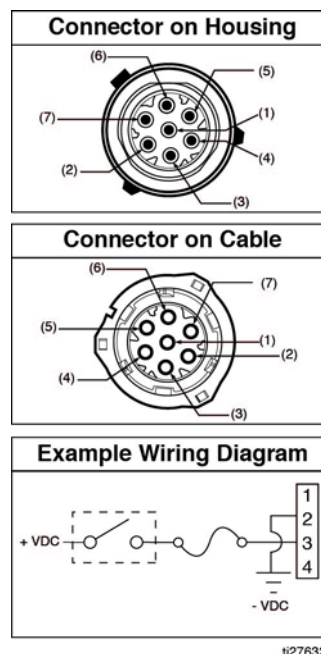

ABB. 4
- Siehe Steckeranordnung in ABB. 4 für die korrekte Position im Stecker.
Stecker und entsprechende Kabelfarben (ABB. 4 auf Seite 15)